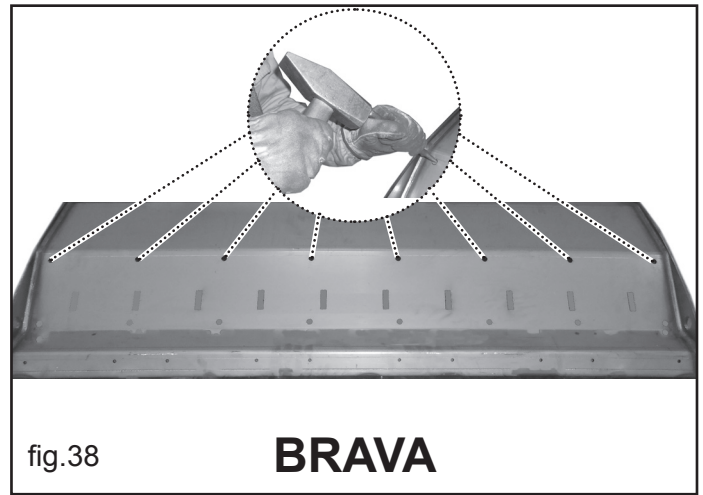

fig.38
- Equiparse con las herramientas necesarias: martillo y extractor/punzón. (Véase fig.38)
- Punzonar los círculos marcados (Véase fig.38)